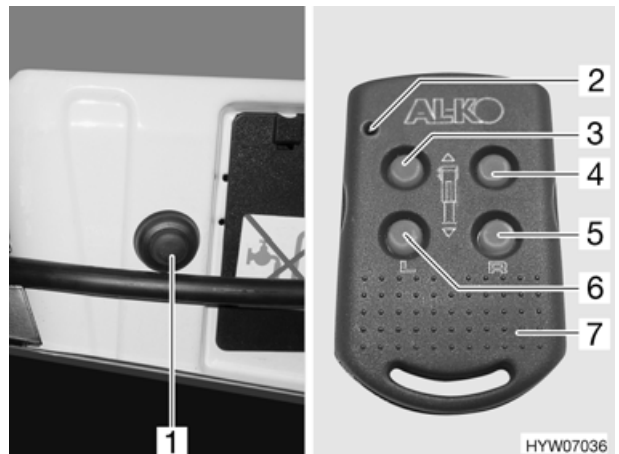

Fig. 19 Interruttore a pressione/telecomando per piedini di stazionamento elettrici
- Attivare la centralina premendo l'interruttore (Fig. 19,1). L'interruttore a pressione si trova sul lato esterno sinistro della console del sedile del conducente. Come segnale di controllo per il funzionamento corretto della centralina risuona un breve ronzio.
- ▷ Se dopo l'attivazione della centralina il telecomando (Fig. 19,7) non viene azionato per 2 minuti, la centralina si spegne automaticamente.
- ▷ Quando si preme un tasto del telecomando, lampeggia la luce spia (Fig. 19,2).
- piedino di stazionamento sinistro in alto (Fig. 19,3)
- piedino di stazionamento sinistro in basso (Fig. 19,6)
- piedino di stazionamento destro in alto (Fig. 19,4)
- piedino di stazionamento destro in basso (Fig. 19,5)